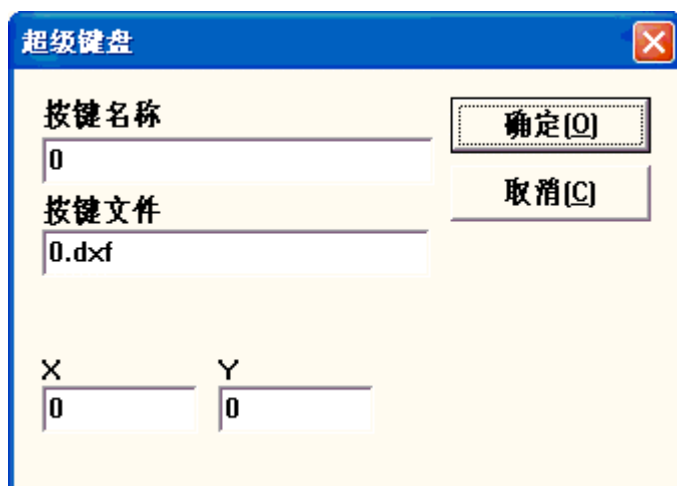

图 8-23
3. 点击按键列表下面的 增加 按钮，然后系统弹出如下图 8-23 对话框：